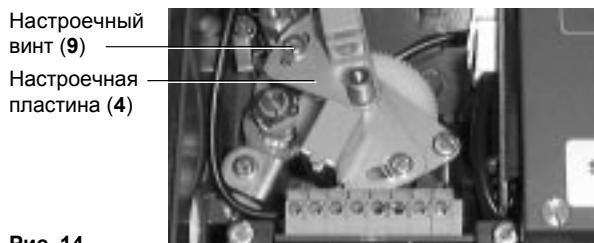

Рис. 14
Установите настроечную пластину (4) в среднее положение и затяните винты (9) (см. Рис. 14).